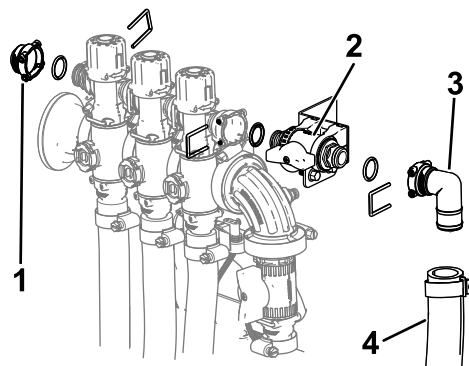

Figura 21
6. Fixai ansamblul supapei de control la nivelul supapei braului cu inelul de etanare i cu opritorul îndepărtate anterior (Figura 21).
7. Montai capacul ($\frac{1}{2}$ "), inelele de etanare, fittingul i ansamblul furtunului la supapa de control cu ajutorul opritoarelor îndepărtate anterior, aa cum se arată în Figura 21.